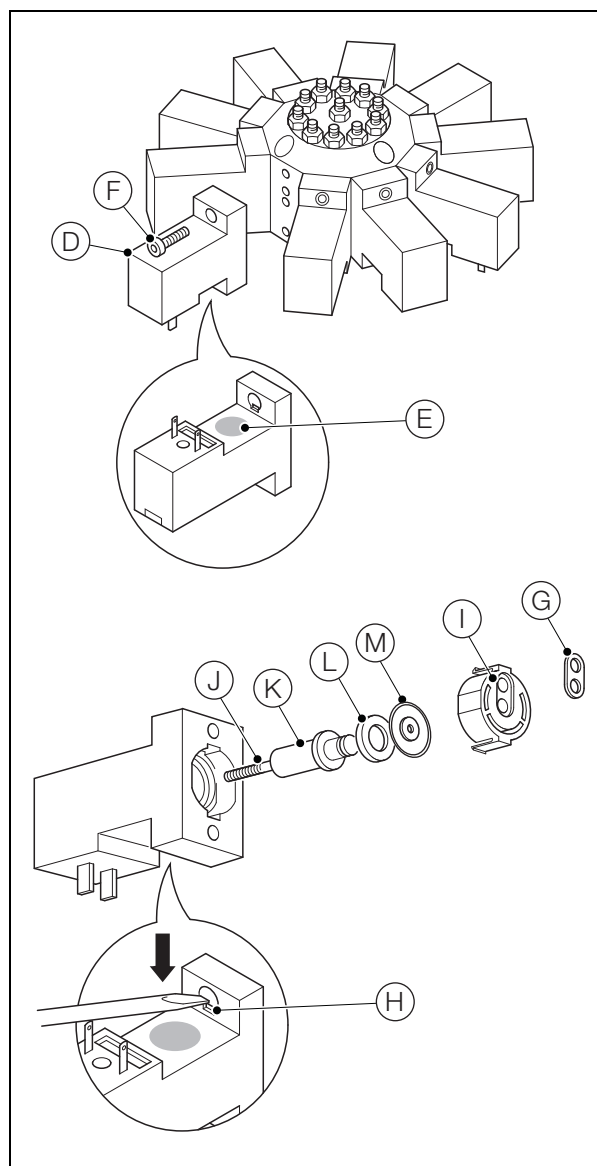

Abb. 13.2 Ausbauen des Ablassventils
5. Siehe Abb. 13.2:
- a. Bestimmen Sie, wo sich das Ablassventil (D) befindet. Es ist an einem orangefarbenen Schild (E) auf der Ventilrückseite erkennbar.
- b. Entfernen Sie die 2 M3-Schrauben (F) zur Befestigung des Ventils am Ventilblock und nehmen Sie das Ventil heraus. Entsorgen Sie die Ventilsitzflächen-Dichtung (G).
- c. Drücken Sie die Sicherungsklammern (H) mit einem kleinen Schraubendreher nieder und nehmen Sie den Membransitz (I) heraus.
- d. Drehen Sie das Ventil um und lassen Sie die Membranhalterung (K) einschließlich Unterlegscheibe (L), Membran (M) und Feder (J) herausfallen. Dabei ist unbedingt darauf zu achten, dass die Feder (J) nicht verloren geht.
- e. Nehmen Sie die Membran (M) aus der Membranhalterung (K) und entsorgen Sie sie.
- f. Setzen Sie die neue Kalrez-Membran ein. Dabei ist darauf zu achten, dass die Unterlegscheibe (L) unter der Membran verbleibt.
- g. Setzen Sie die Membranhalterung einschließlich Unterlegscheibe (L) und Membran (M) in das Ventil ein. Dabei muss sich die Feder (J)